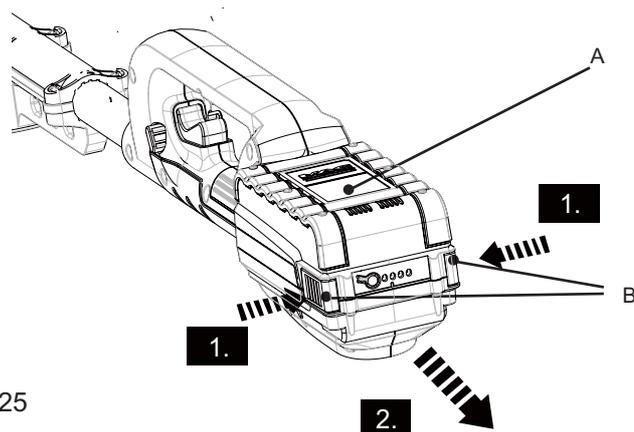

Fig. 25
- > Appuyez sur les boutons de déverrouillage (des deux côtés) [B] sur le bloc batterie [A] et retirez-le de la machine. (Fig. 25)